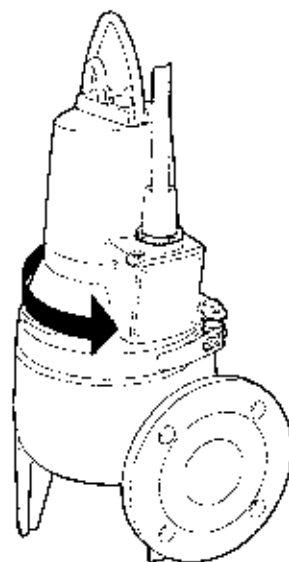

Fig. 8 Direzione di reazione
3. Se installata correttamente, il motore reagirà nella direzione opposta a quella corretta, come mostrato nella fig. 8. In caso contrario scambiare due delle fasi.